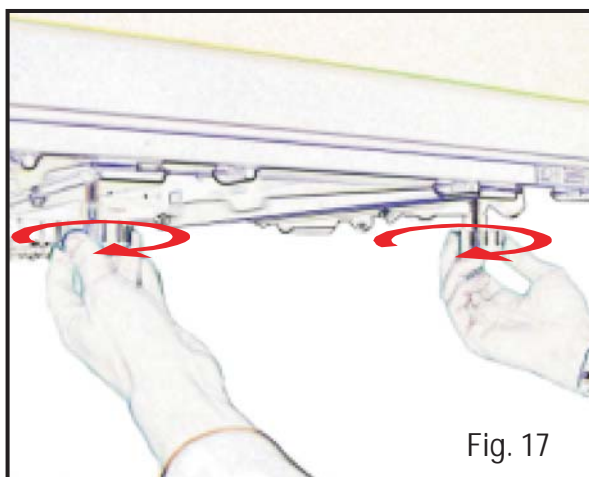

Fig. 17
- Aflojar las perillas situadas debajo del picero(fig.17);